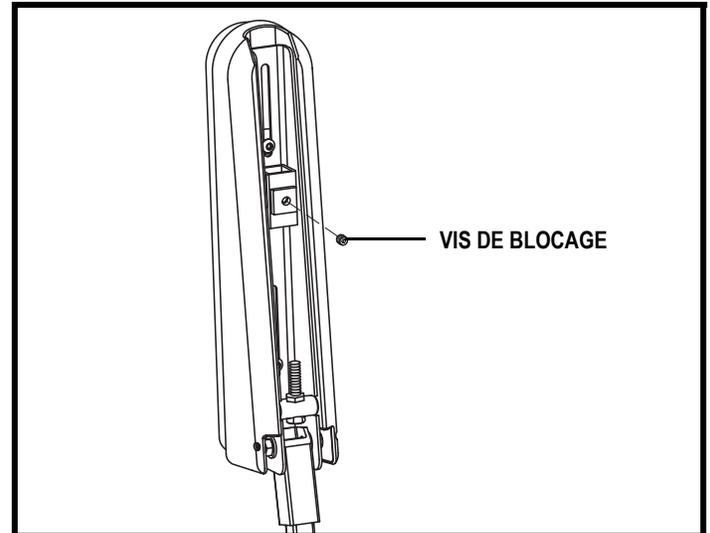

Figure 18. Dessous de l'accoudoir
2. Desserrez la vis de réglage sous l'accoudoir. **Voir la figure 18.**
5. Relevez l'accoudoir à la verticale et desserrez la vis de réglage. **Voir la figure 18.**